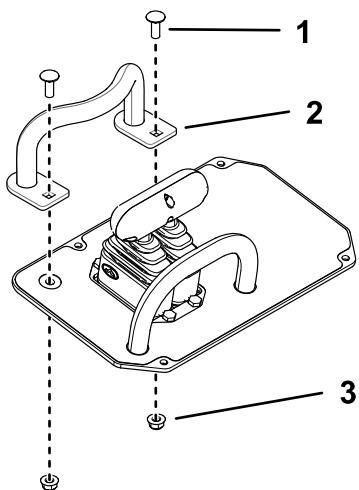

Bild 23
4. Bringen Sie den neuen Griff an und befestigen Sie diesen mit den beiden Schrauben und Muttern (Bild 23).